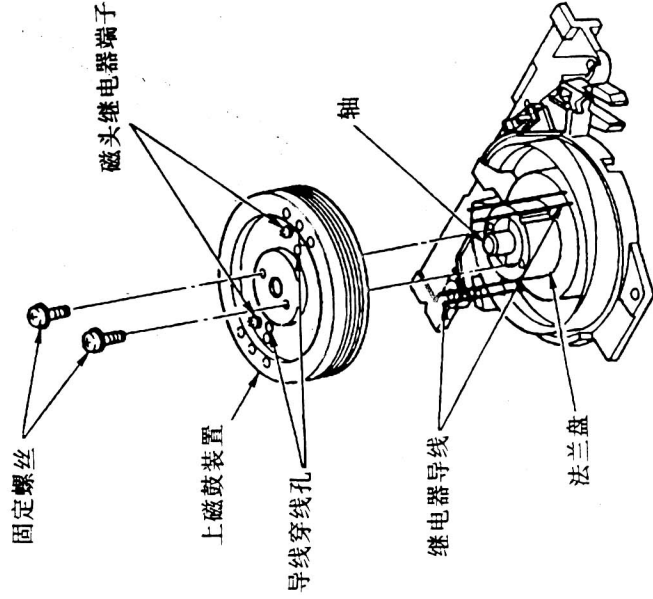
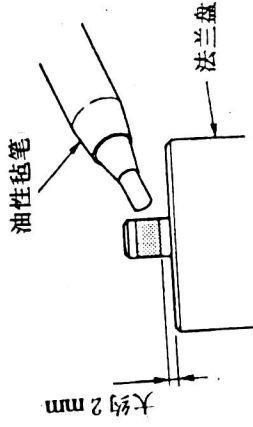

图30
图31
- 步骤: ①焊下在磁头继电器端子上的继电器引线;
②旋下2个螺丝并取下上磁鼓装置, 如图30所示(如果上磁鼓装置被牢固地固定在轴上而不能卸下, 则可将轴上部啮合的部分浸入酒精内, 然后将上磁鼓从轴上分离);
③重新安装时, 用清洁工具清洗调换的上磁鼓、法兰盘的表面和轴;
④用油性毡制笔在轴的啮合部涂刷一遍, 如图31所示(如果涂刷两遍以上, 则轴与上磁鼓间的间隙会太小而难以将上磁鼓装置安装上去);
- ⑤确认涂刷过的油充分干燥后, 安装上新的上磁鼓装置(首先, 沿着法兰盘垂直方向固定旋转变压器的继电器引线, 将引线穿过导线孔, 然后重新将上磁鼓装置安装到轴上去);